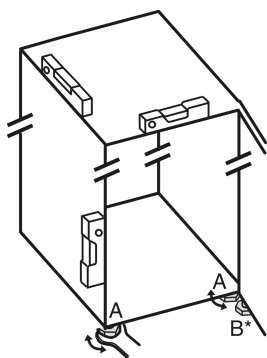

Fig. 24
- ▶ Odvrnite podesive nožice Fig. 24 (A) priloženim viličastim ključem i libelom prema van dok uređaj ne stoji čvrsto i ravno.
- ▶ Odvijte podesivu nožicu Fig. 24 (B) na podlošku ležaja priloženim viličastim ključem dok se ne podupre o pod.
- ▶ Nastavite okretati podesivu nožicu Fig. 24 (B) za 90°.